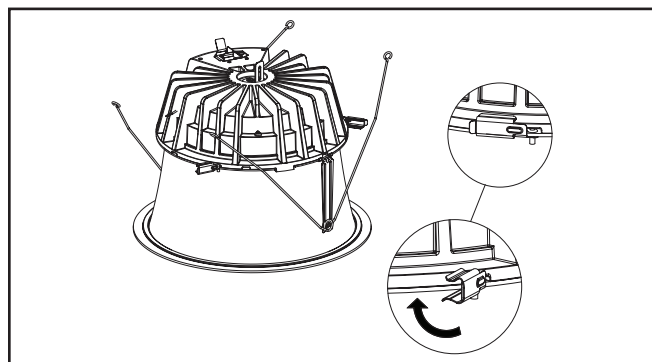

Figure 38.
5. Tournez les attaches latérales (3) en place pour fixer l'assemblage de la garniture au moteur lumineux à DEL en toute sécurité (Figure 38).